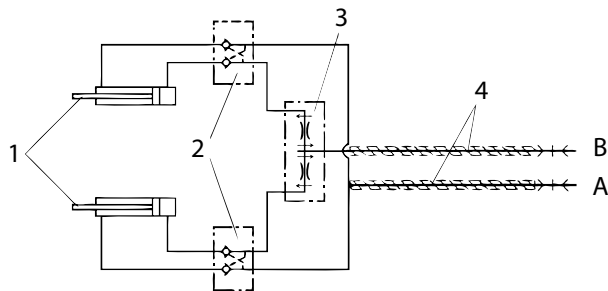

Abb. 25
Die beiden Zylinder 1, „Abb. 25“, sind mit einem automatischen Sperrventil (2) ausgestattet.